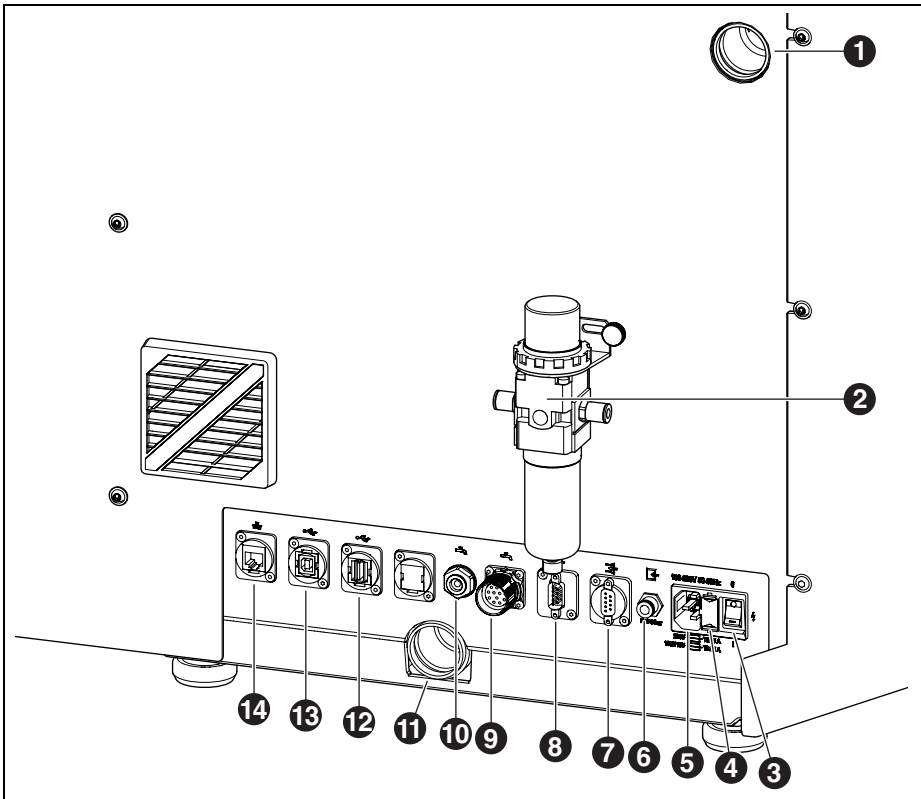

Bild 3 Rückseite Ceramill Matron/Ceramill Matron Core
- ▷ Die Schublade ([4] in Bild 3 auf Seite 11) neben dem Netzstecker herausziehen.